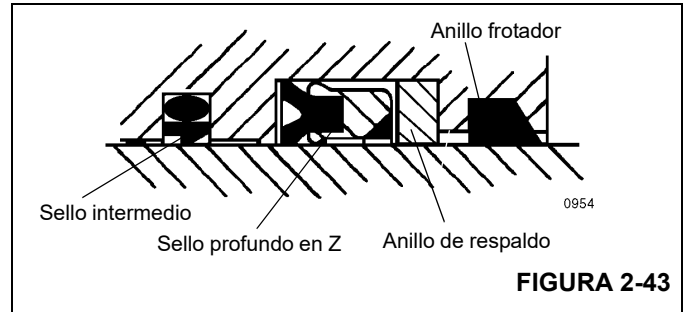

FIGURA 2-43
3. Instale los anillos de desgaste de repuesto, el sello intermedio, el sello profundo en Z de varilla y el anillo frotador (Figura 2-43) en el interior de la cabeza. Asegúrese que el reborde del sello intermedio esté cerca al sello profundo en Z de la varilla. Asegúrese que la ranura del borde del sello profundo en Z de varilla esté más cerca al sello intermedio.